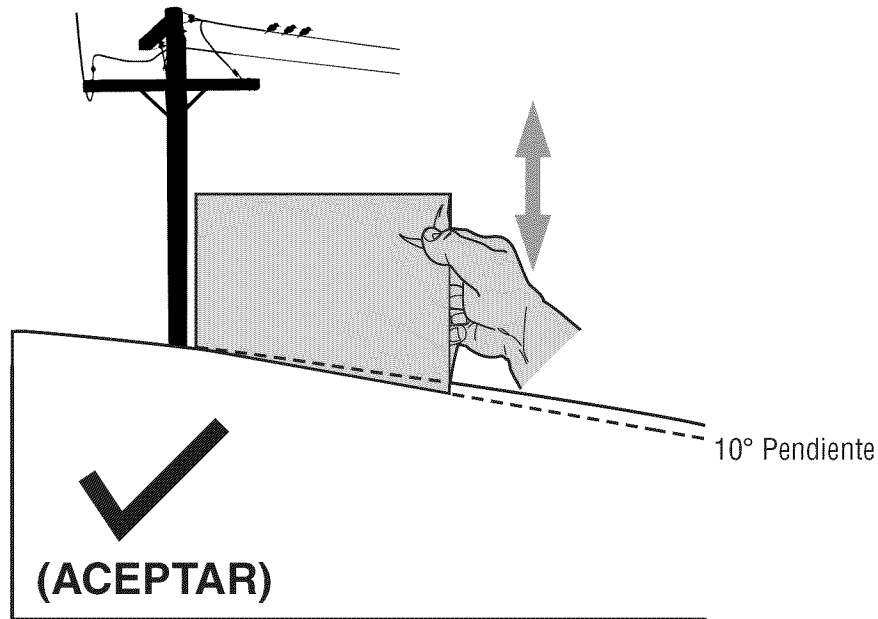

Figura 1
3. Alinee cada lado de pendiente de calibre con el objeto vertical (consultar Figura 1 and Figura 2).
4. Ajuste el pendiente de calibre arriba o hacia abajo hasta los toques esquina izquierda el pendiente (consultar Figura 1 and Figura 2).